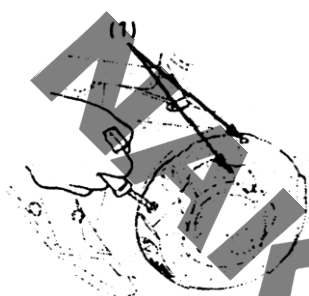

Fig. 33
- Trageți de mânerul starterului până când se simte rezistență. Continuați să trageți până când creștătura de pe scripete se aliniază cu orificiul de pe demarorul cu recul. (Fig. 33)